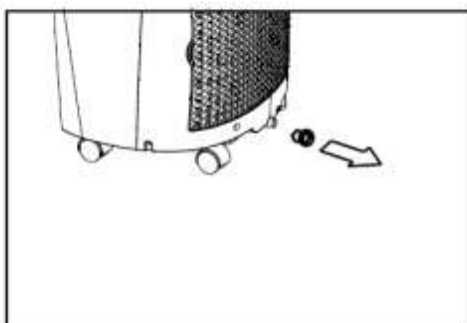

Abb. 23
- Wenn der Wasserstand in der Bodenwanne ein bestimmtes Niveau erreicht, gibt das Gerät 8 Pieptöne ab und am Display erscheint "P1". Der Klimatisierungs- / Entfeuchtungsprozess stoppt sofort. Der Lüftermotor läuft jedoch weiter (das ist normal). Bewegen Sie das Klimagerät vorsichtig zu einer Stelle, wo Sie den Drainagestöpsel entfernen und das Wasser abfließen lassen können (Abb. 23). Schalten Sie das Gerät neu und die Anzeige P1 verschwindet. Wenn der Fehler weiter auftritt, rufen Sie bitte den Servicedienst.
- Entfernen Sie den Gummistöpsel an der Rückseite des Geräts und schließen Sie den Drainageschlauch an. Positionieren Sie das andere Ende des Schlauchs direkt über einem Ablauf Ihres Fußbodens (Siehe Abb. 23 & 24).
- Entfernen Sie den Stöpsel am Bodenwannen-Kondensatablauf, um das Wasser abzulassen (Siehe Abb. 23).